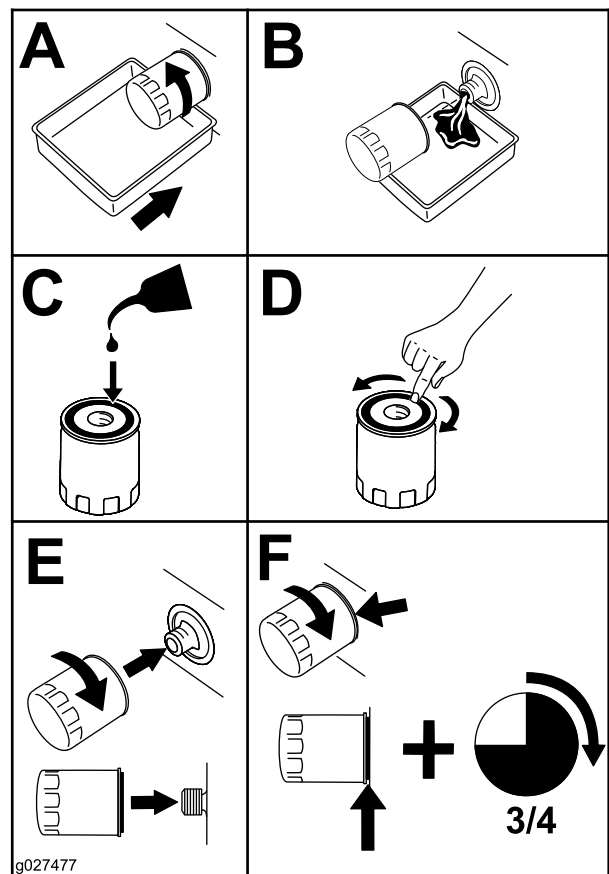

Bild 43
5. Tauschen Sie den Ölfilter wie in Bild 43 dargestellt.